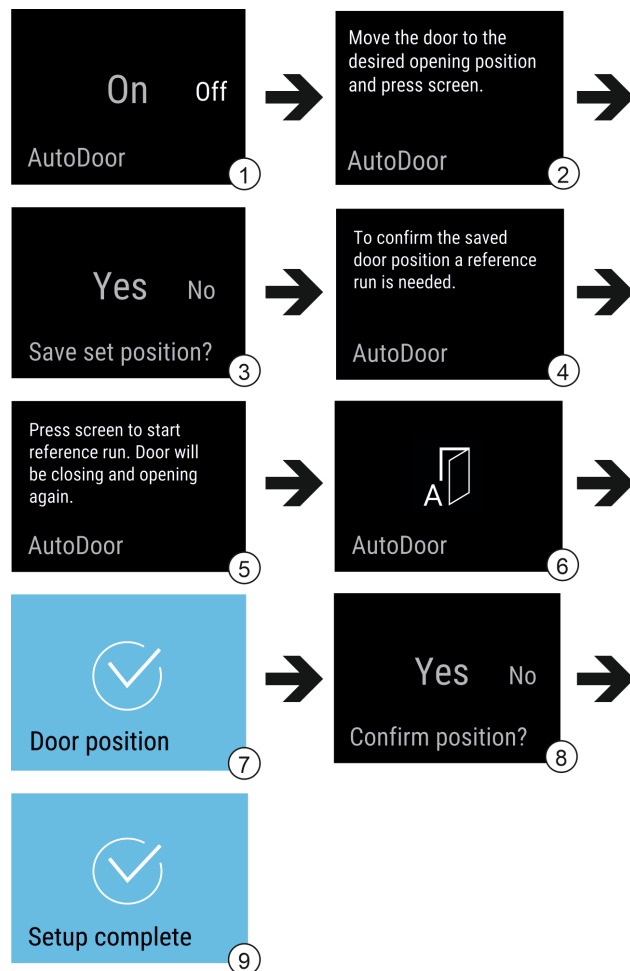

Fig. 10 Příkladné zobrazení indikací v angličtině
- Aktivujte AutoDoor: Zobrazení na displeji přepněte na On. Fig. 10 (1)
- Displej podržte stisknutý 3 sekundy. Fig. 10 (1)
- Nakonfigurujte úhel otevření dveří: Otevřete dveře alespoň na 70°. Fig. 10 (2)
- Potvrďte úhel otevření dveří: Klepněte na hlášení na displeji. Fig. 10 (3)
- ▶ Spusťte referenční běh: Klepněte na displej. Fig. 10 (5)
- ▷ Displej bliká. Fig. 10 (6)
- ▷ Referenční běh je úspěšný: Displej na 2 sekundy zmodrá. Fig. 10 (7)
- ▶ Potvrďte úhel otevření dveří. Fig. 10 (8)
- ▷ Displej zmodrá. Fig. 10 (9)